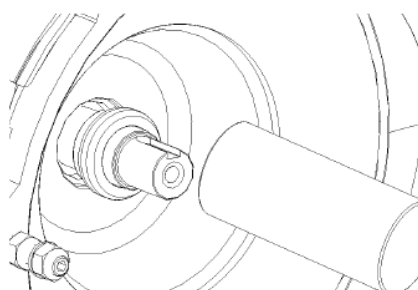

Figura 21: Instalação com bucha de montagem, contra-anel
- O contra-anel com o anel é empurrado para trás para o rebordo por meio da bucha de montagem mostrada na figura 21. (Atenção Para o tipo HJ 977, o recesso do contra-anel tem de estar em alinhamento com o pino de bloqueio fixo na caixa).